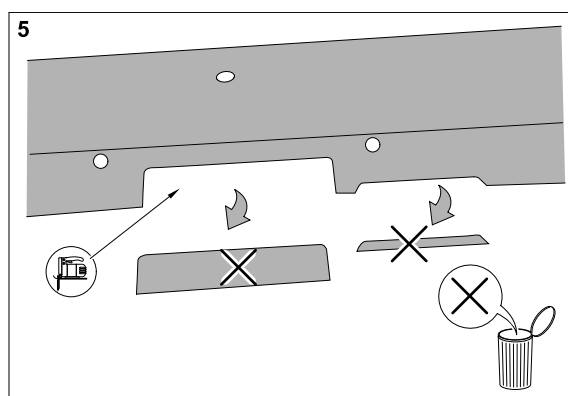

Fig. 5: Soporte parachoques con recortes
- 14.) Recortar el **soporte** del parachoques en el área de la barra de bola y la caja enchufe conforme a las marcas (ver fig. 5).